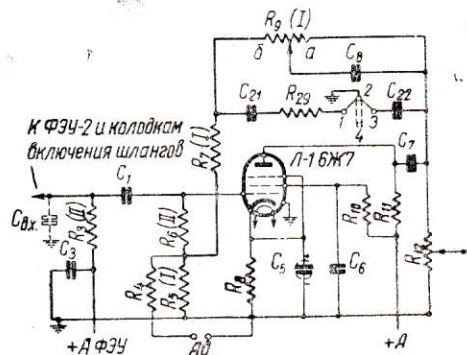

Рис. 2. Схема первого каскада 90У-2
На рис. 2 приведена схема первого каскада усилителя 90У-2, где номера деталей соответствуют номерам на принципиальной схеме. Первый каскад представляет собой каскад усиления на сопротивлении пентодом 6Ж7 с обратной связью по напряжению. Выходное напряжение каскада (на сопротивлении R_{12}) распре-
* Детали, образующие первый делитель, на рис. 2 обозначены цифрой I, а детали второго делителя — цифрой II.
Вредная емкость шлангов показана на рис. 2 в виде эквивалентной емкости $C_{в.х}$.
При крайнем правом положении движка потенциометра $R-9$ (точка a —см. рис. 2) конденсатор $C-8$ закорочен и не оказывает влияния на цепь обратной связи. При крайнем левом положении движка (точка b) конденсатор $C-8$ шунтирует потенциометр $R-9$.